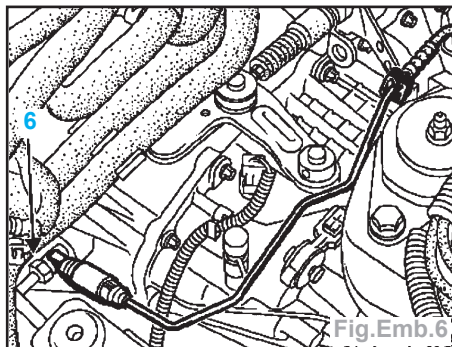

Fig.Emb.6
- Ouvrir la purge côté récepteur (6) et actionner la pédale à la main (cela permet de vider l'émetteur et la canalisation) (Fig.Emb.6).
- Mettre en place sur l'orifice (6) une durit reliée à un bocal contenant du liquide de frein (Fig.Emb.6).